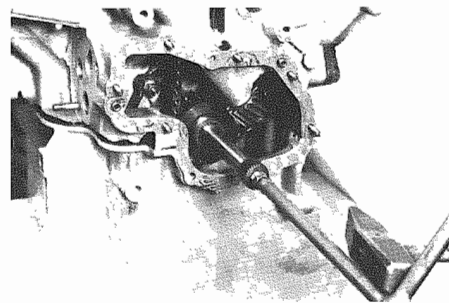

Fig. 72 - Estrattore n. 12
- Servendosi dell'attrezzo speciale n. 12, estrarre la barra di traino anteriore (**Fig. 72**): la barra è fissata posteriormente con Loctite 601 sul profilo scanalato.
- Using the special tool No. 12, remove front towing bar (**Fig. 72**): the bar is fixed on the back with Loctite 601 on the grooved profile.